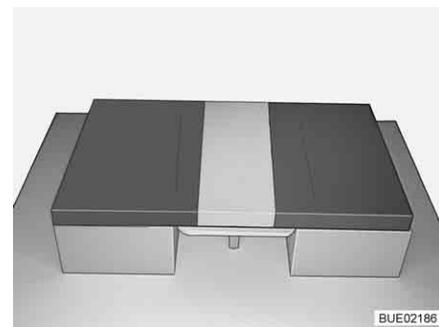

Fig. 104 Après la transformation
- Placer un coussin de dossier entre les coussins d'assise sur la table (voir Fig. 104).